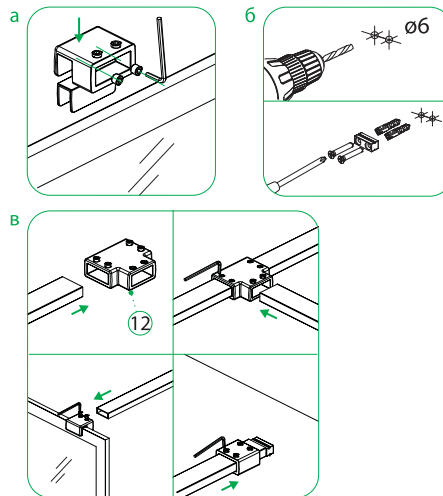

Рис. 10/10-сур.
8. После чего необходимо закрепить профиль жесткости изделия. Коннекторы профиля со стеклом обычно устанавливаются на расстоянии 10-15 см от торца закаленного стекла — закрепите их (рис. 10-а).
9. Просверлите в стене отверстия для коннектора профиля со стеной напротив коннектора профиля со стеклом (рис. 10-б). Закрепите профили жесткости, предварительно отрезав необходимую длину ножовкой согласно расположению держателей на стеклах и стене.
Важно! Для сборки двух каркасов вам понадобится коннектор каркаса душевой перегородки Walk In, который приобретается отдельно (рис. 10-в).